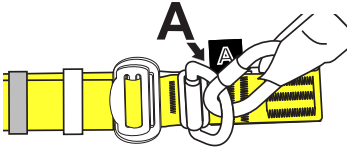

Рис. 3
Перед каждым применением страховочной привязи, в составе страховочной системы, удостоверьтесь в наличии свободного пространства под пользователем. В страховочных системах, предназначенных для остановки падения, усилие, передаваемое на человека в момент падения, не должно превышать 6 кН, а в составе системы удержания - не более 4 кН. В качестве соединительно-амортизирующей подсистемы, совместно со страховочной привязью ТА30P R могут быть использованы СИЗ: стропы с амортизатором, средства защиты втягивающего типа или средств защиты ползункового типа на гибких или жестких анкерных линиях. В состав соединительно-амортизирующей подсистемы обязательно должен входить амортизатор или устройство, функционально его заменяющее. Присоединение соединительно-амортизирующей подсистемы к привязи осуществляется за элемент ("точку") крепления, имеющий маркировку символом «A» или «↔A» (рис. 3).
8. Присоединять соединительно-амортизирующую подсистему к элементу ("точке") крепления, имеющей маркировку «↔A», при не застегнутой грудной лямке (рис. 3).
- соедините застёжку на грудной лямке (рис. 3);